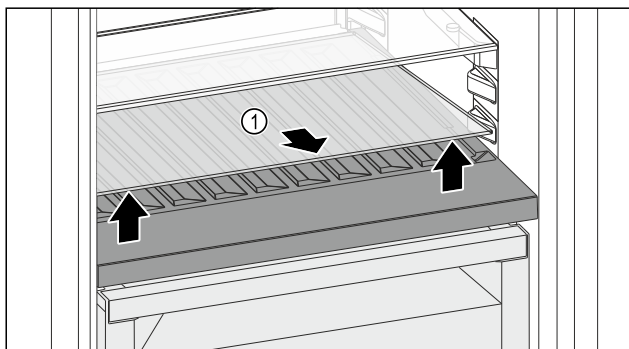

Fig. 209
- Soulever la plaque de verre Fig. 209 (1) au niveau de l'évidement avant et la retirer.
- Entreposer la plaque de verre Fig. 209 (1) dans un endroit sûr hors de l'appareil.
- Insérer la plaque de verre (2) sous le compartiment à bouteilles amovible.